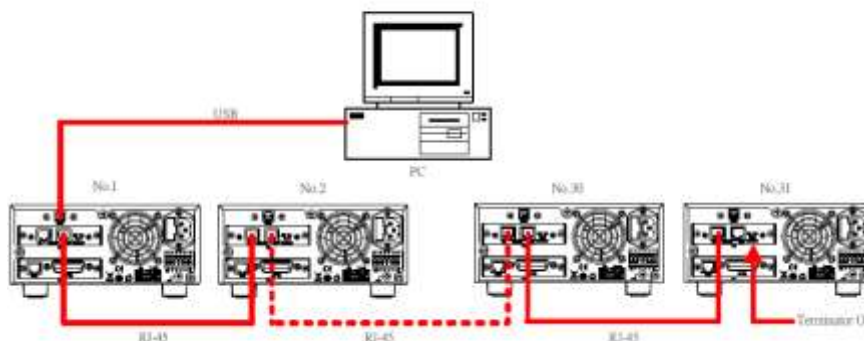

Figure 15 – Configuration RS-485 pour le contrôle de plusieurs alimentations (USB)
1. Avec un câble de type A vers B, branchez une extrémité à l'interface USB de la première alimentation. Branchez l'autre extrémité au PC utilisé pour contrôler toutes les alimentations. Se référer à la Figure 15 pour vérifier les branchements.